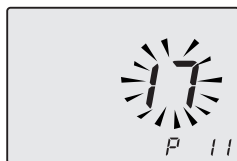

Figura 5.44
- Nel display si alternano la scritte **P11 - SET** (Figura 5.44).